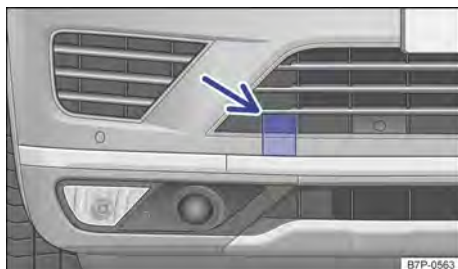

Fig. 249 No para-choque dianteiro à direita: capa de cobertura para o alojamento da argola de reboque.
- Com um pouco de força pressionar a borda da capa de cobertura que aponta para o lado externo do veículo → Fig. 249 (seta), até que a capa de cobertura pulo um pouco para fora. Se necessário, ajudar com uma chave de fenda das ferramentas de bordo no lado oposto da capa de cobertura.